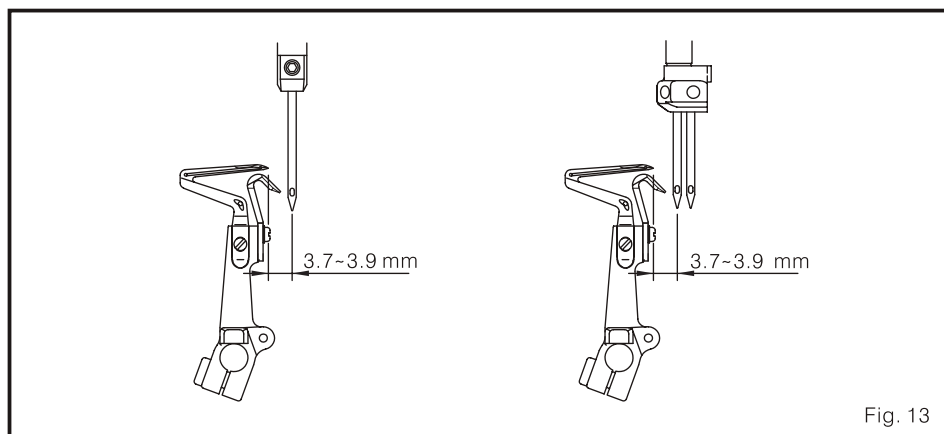

Fig. 13
(1) quando o bucleador inferior move ao ponto mais à esquerda, a distância entre a gorjeta do bucleador para a linha meia da agulha deve ser de 3.7 - 3.9 mm. Para modelos de agulha dobro, a distância entre a gorjeta do bucleador para a linha meia da agulha esquerda (Fig. 13.)